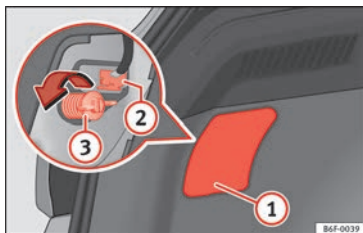
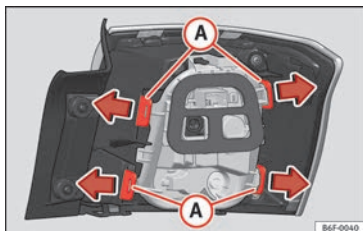

Abb. 115 Gepäckraum: Zugang zur Befestigungsschraube der Heckleuchte
Abb. 116 Befestigungslaschen Rückseite Heckleuchte.
3. Hebeln Sie die Abdeckung an der Aussparung » **Abb. 115** (1) mit dem flachen Teil des Schraubendrehers ab.
4. Ziehen Sie den Stecker von der Lampe (2) ab.
5. Schrauben Sie mit der Hand oder mit Hilfe eines Schraubendrehers die Befestigungsschraube der Leuchte (3) heraus.
7. Bauen Sie den Lampenträger aus, indem Sie die Befestigungslaschen » **Abb. 116** (A) entriegeln.